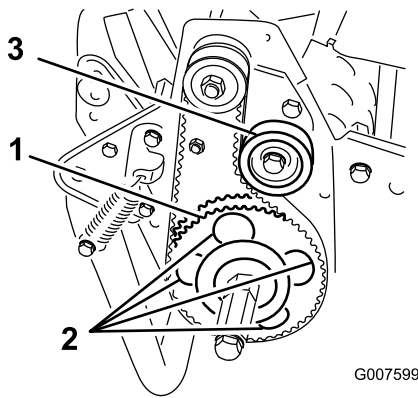

Bild 44
7. Drehen Sie die Antriebsscheibe, bis die Löcher mit den vier Bundscheiben des Rollenlagers ausgerichtet sind (Bild 44).
11. Stellen Sie die Riemen Spannung ein, und ziehen Sie die Befestigungsschraube der Spannscheibe an (Bild 44).